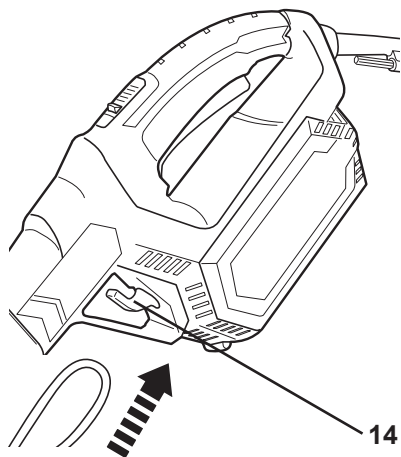

Fig. 12
1. Doble el cable alargador hacia atrás, aproximadamente a 30 cm del extremo, y pase el bucle por el orificio. Engánchelo en la sujeción del cable (14) y tire con cuidado del cable para comprobar que esté bien sujeto (Figs. 12, 13).